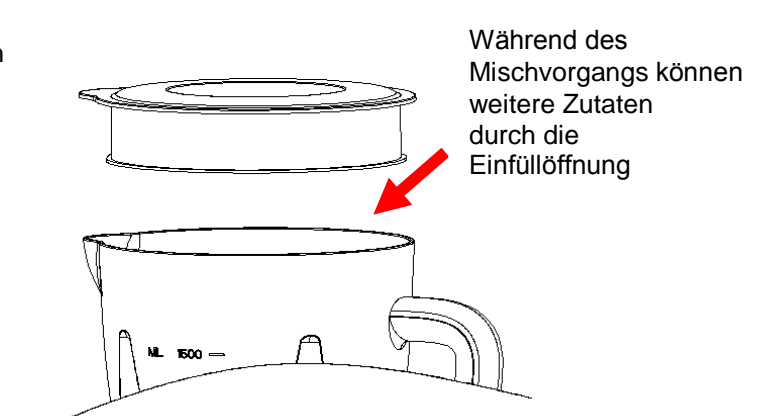

Abb. 7
7. Wenn Sie Zutaten hinzufügen möchten, während der Mixer arbeitet, nehmen Sie den Messbecher heraus und setzen Sie sie durch die Deckelöffnung. (Siehe Fig. 7)